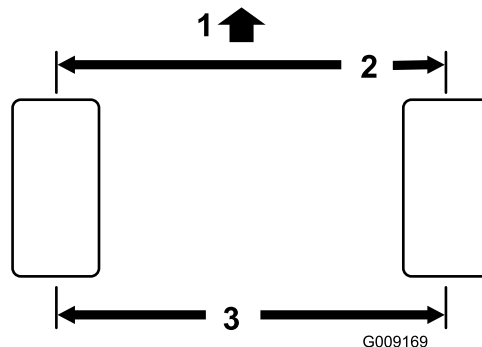

图 68
2. 测量前、后转向轮胎中心到中心轮轴高度的距离 (图 68)。